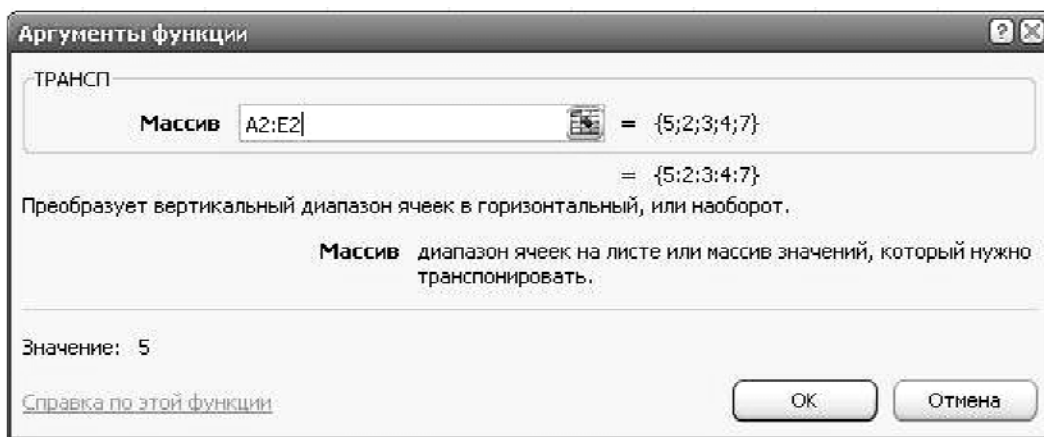

Рис. 4. Задание аргументов функции ТРАНСП
4.2.3. Введите диапазон ячеек, который требуется транспонировать (рис. 4).